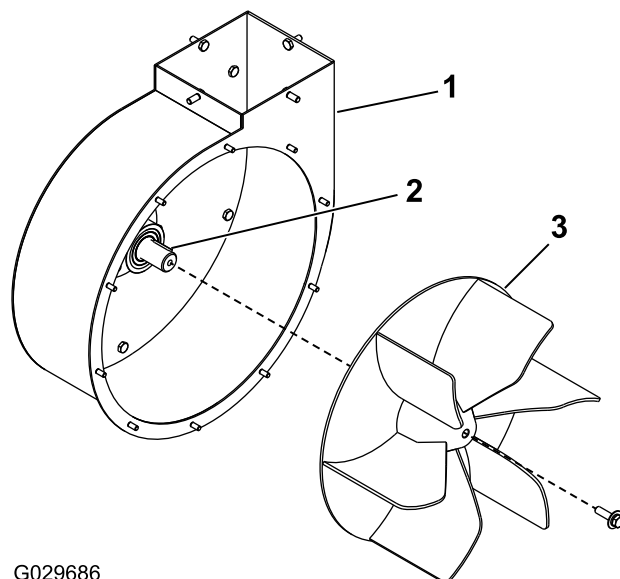

Figura 19
- Retire o parafuso de aperto central da ventoinha (Figura 19).
- Insira a chave na ranhura no veio de transmissão (Figura 19) e utilize um parafuso sextavado (M12 x 100) para pressionar a lâmina no veio de transmissão.